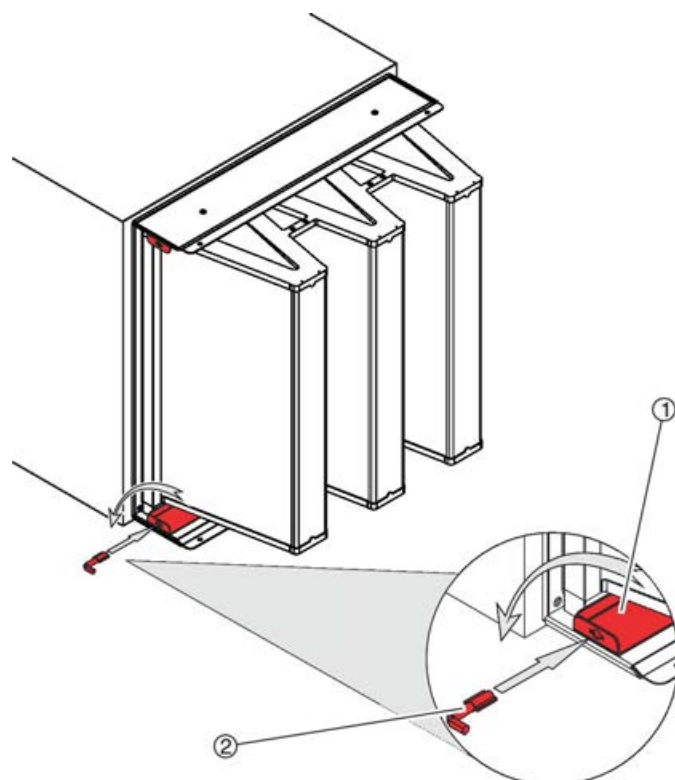

Fig. 15: Inserción de la llave especial
3. ▶ Introduzca la llave especial ( Fig. 15 /2) en el hueco de cada carril de sujeción ( Fig. 15 /1) y gírela 90° en sentido contrario a las agujas del reloj.